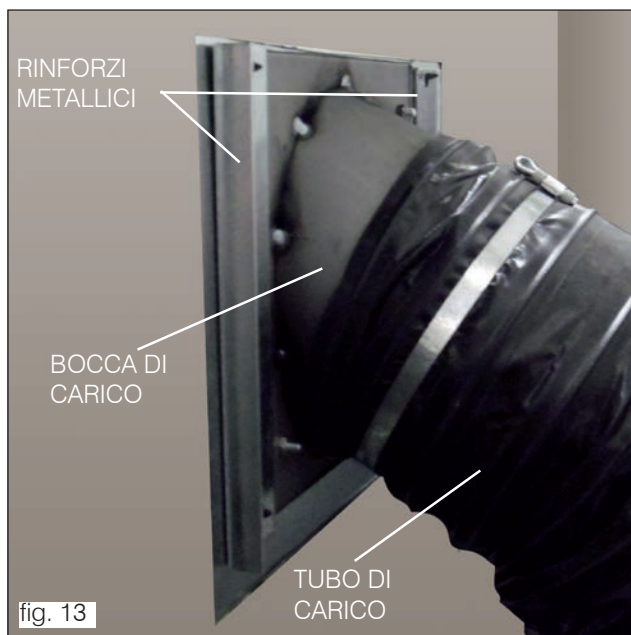

fig. 13
- Fissare la bocca di carico alla controcappa tramite le viti autofilettanti, utilizzando i fori presenti sul telaio della stessa; rinforzare il cartongesso applicando sul retro dei profili metallici (fig. 13).
INSTALLAZIONE DEL TUBO DI CARICO (fig. 13 e 14).
- Fissare il tubo flessibile al bocchettone sulla bocca di carico tramite le fascette in dotazione (fig. 13)